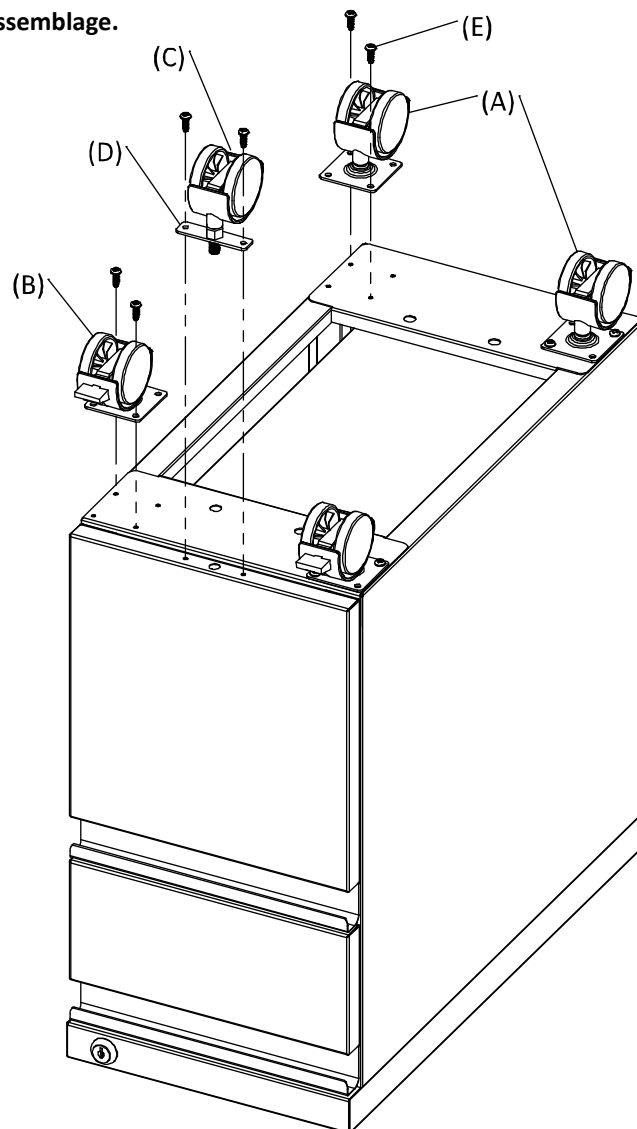
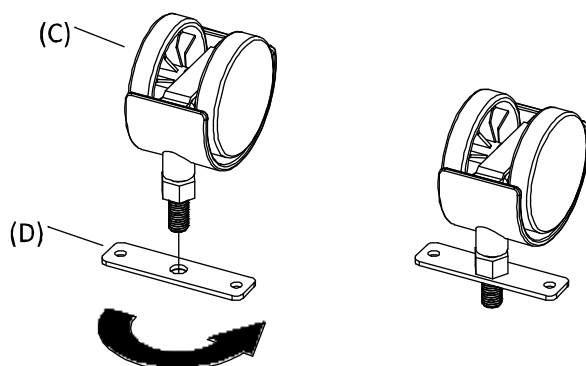

Figure 1 – Assemblage classeur & roulette
Figure 2 – Assemblage de la plaque de montage et de la roulette pivotante
ÉTAPE 2 – Roulette pivotante (A) :
- Alignez les trous de vis dans la roulette pivotante (A) avec les trous de vis au bas de l'arrière du classeur. (Figure 1)
- Attachez en utilisant les deux vis (E) avec un tournevis à tête Phillips. Positionnez les vis dans les coins opposés.
ÉTAPE 3 – Roulette pivotante avec frein (B) :
- Alignez les trous de vis dans la roulette pivotante avec frein (B) avec les trous de vis au bas de l'avant du classeur. (Figure 1)
ÉTAPE 4 – Roulette pivotante avec tige filetée (C) :
- Assemblez la plaque de montage (D) à la roulette pivotante avec tige filetée (C) en enfilaient dans la tige. (Figure 2)
- Alignez les trous de vis sur la plaque de montage (d) et l'assemblage de roulette pivotante pour le tiroir (C) aux trous de vis au bas du tiroir avant. (Figure 1)
- Attachez en utilisant les deux vis (E) avec un tournevis à tête Phillips.